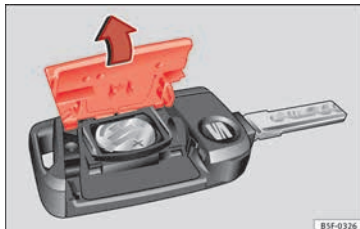

Abb. 118 Fahrzeugschlüssel: Deckel des Batteriefachs öffnen.
- Abdeckung auf der Rückseite des Fahrzeugschlüssels »» **Abb. 118** in Pfeilrichtung abnehmen »» ❶.
- Abdeckung wie gezeigt ansetzen »» **Abb. 118** und entgegen der Pfeilrichtung auf das Fahrzeugschlüsselgehäuse drücken, bis sie einrastet.
❶ VORSICHT